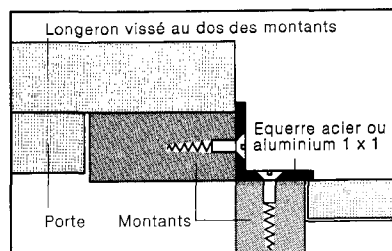

Fig. 1. Des placards se rencontrant à angle droit sont accrochés ensemble avec des équerres en métal.
Fixez les montants (3) au côté extérieur des longerons du bas et du haut, à tous les 20", tel qu'indiqué à la fig. 2. Joignez les placards à angle droit (fig. 1) avec de la colle blanche et une vis à tête plate en acier n° 8 de 1½" à chaque joint; placez les longerons supérieurs extérieurs à la même hauteur que les longerons arrière.